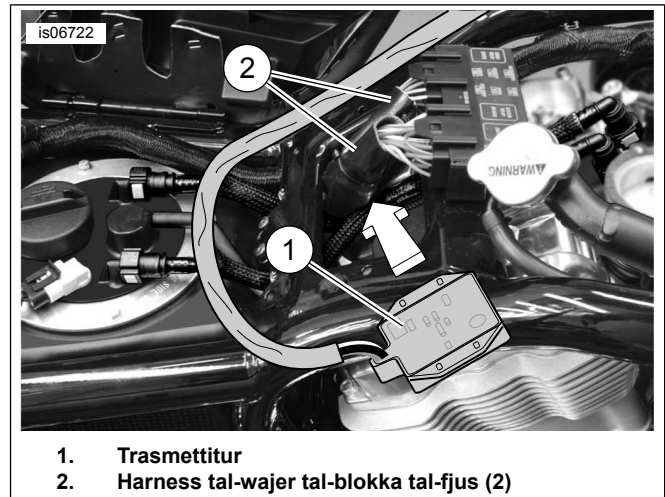

Figura 19. Immuntar tat-Trasmettitur (V-Rod tal-2004 u iktar tard)
2. Ara Figura 19 . Neħhi l- cover tal-kaxxa tal-arja. Dawwar it-trasmettitur (1) sabiex il-ġenb espost taċ-ċirkwit jhares 'il fuq. Daħħal it-trasmettitur taħt il-harnesses tal-wajer tal-blokka il-fjus. Uża żewġ ċineg tal-kejbil mill-kit permezz tal-flanges tat-trasmettitur biex torbot it-trasmettitur mal-harnesses tal-blokka tal-fjus.